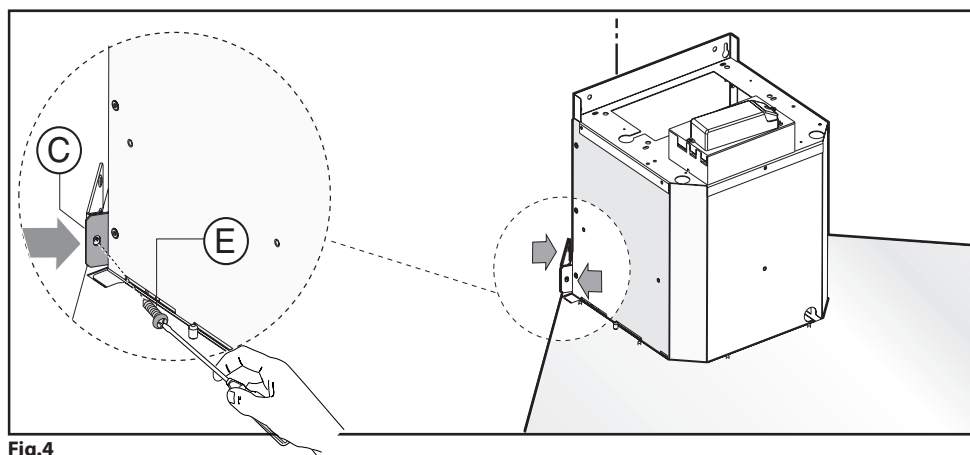

Fig.4
- Allineare la cappa con la staffa **C** (fig.4) e fissarla definitivamente con le viti **E**.